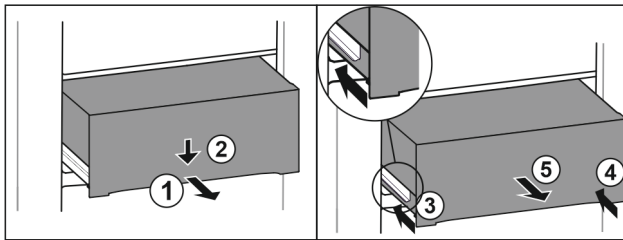

Fig. 175
- Tirer le tiroir jusqu'à mi-chemin. Fig. 175 (1)
- Appuyer sur l'avant du tiroir vers le bas. Fig. 175 (2)
- Insérer le rail gauche d'env. 2 cm. Fig. 175 (3)
- Insérer le rail droit d'env. 2 cm. Fig. 175 (4)
- Retirer le tiroir par l'avant. Fig. 175 (5)